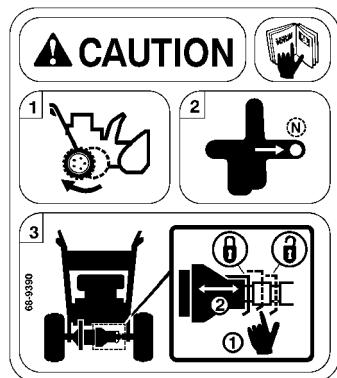

Figure 22
2. Mettez le changement de vitesse au point mort (Fig. 22).
3. Appuyez légèrement sur la patte de déblocage du ressort de verrouillage pour le dégager de la gorge de l'arbre, et glissez l'accouplement dans la position souhaitée (Fig. 22).
1. Mettez les roues en position arrière (Fig. 22).